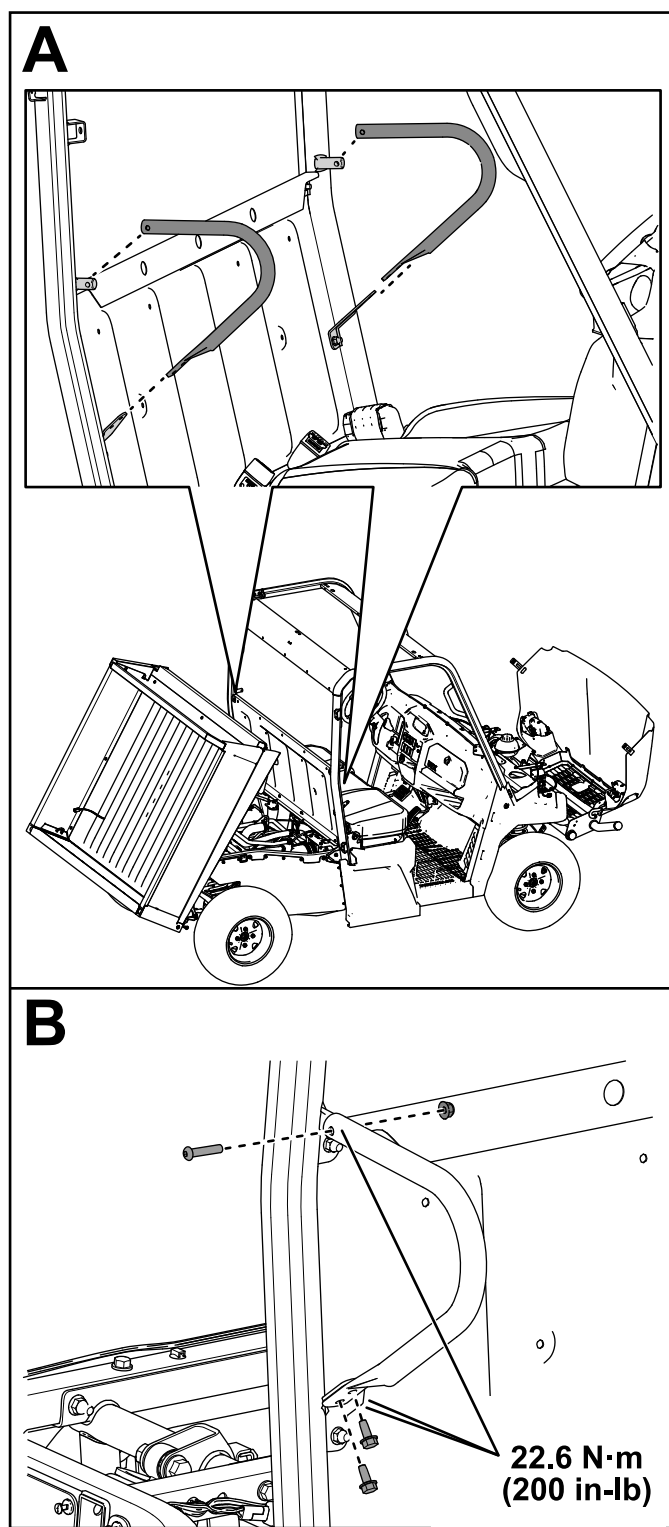

Figura 21
16. Fissate i 2 fermaspalle ai gruppi barra rotazione posteriori utilizzando 4 viti autofilettanti (5/16" x 3/4"), 2 bulloni a testa tonda (5/16" x 1 1/2") e 2 dadi di bloccaggio (5/16") come illustrato nella Figura 21.
Serrate i dadi di bloccaggio (5/16") a 22,6 N·m come illustrato nella Figura 21.